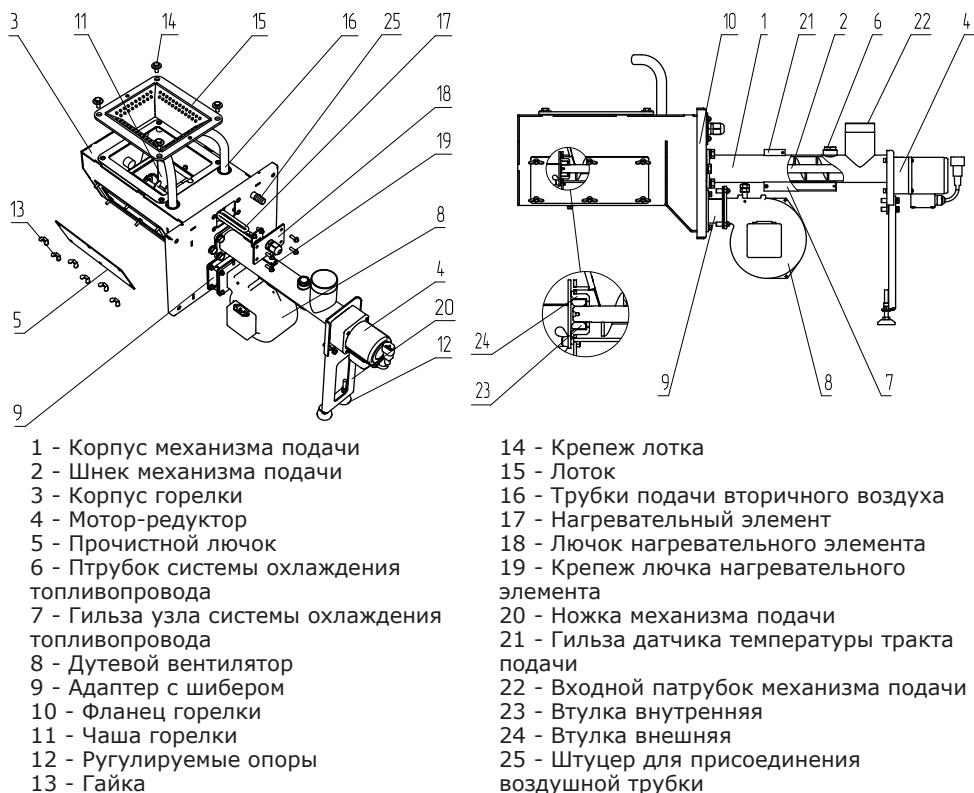

Рис.4 Механизм подачи топлива с горелкой котла
5.4. Горелка с приводом подачи топлива (Рис.4) служат для автоматической порционной подачи топлива из топливного бункера в горелку и его сжигания. Горелка снабжена системой автоподжига (поз.17) для розжига топлива без участия человека.
5.4.8. Для снижения вероятности проникновения дыма в топливный бункер в процессе снижения уровня загруженного топлива, предусмотрена воздушная трубка (Рис.1 поз.8) для выравнивания давления в механизме подачи и котле. Воздушная трубка соединяет механизм подачи (верхний) (Рис.1 поз.7) и горелку, в горелке имеется штуцер для присоединения воздушной трубы (Рис.4 поз.25) который располагается на фланце горелки (Рис.4 поз.10).
7.4.1. Соедините горелку с теплообменником котла (Рис.1) соединив фланец горелки (Рис.4. поз.10) с окном для установки горелки (Рис.2 поз.6), выставите ее по уровню с помощью регулируемой опоры (Рис.4 поз.12) и зафиксируйте четырьмя гайками, поставляемыми в комплекте поставки.